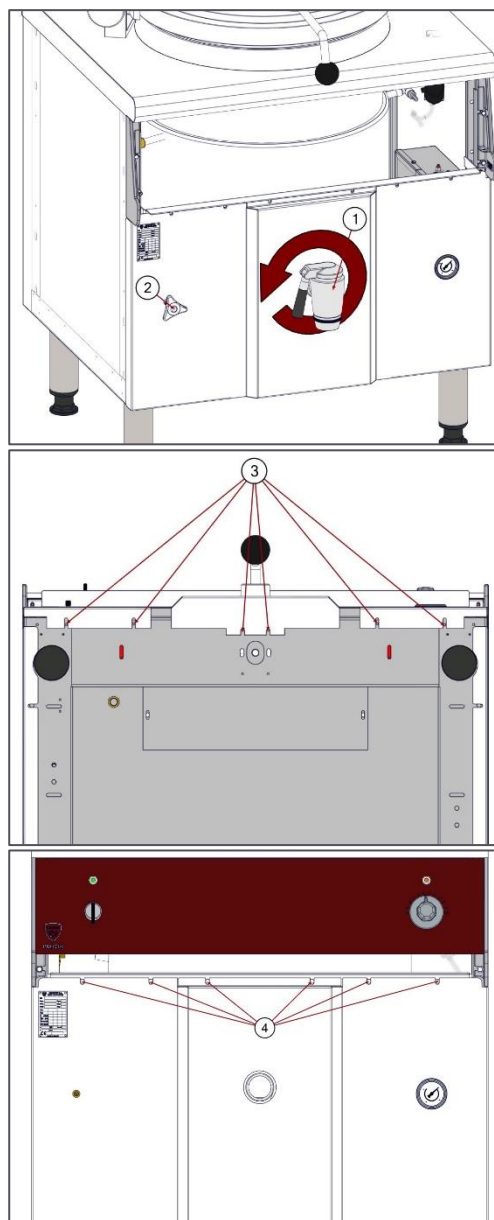

Fig. 12
- Dévisser le robinet de vidange en façade (Fig. 12 – Rep. 1), puis tirer la manette du robinet de remplissage de double enveloppe (Fig. 12 – Rep. 2) après avoir dévisser la vis située en son centre.
- Retirer les 6 vis de maintien du panneau de façade (Fig. 12 – Rep. 3), accessibles par le dessous de l'appareil.
- Retirer les 6 vis de maintien du panneau de façade (Fig. 12 – Rep. 4), accessibles depuis la dépose du panneau de commande.